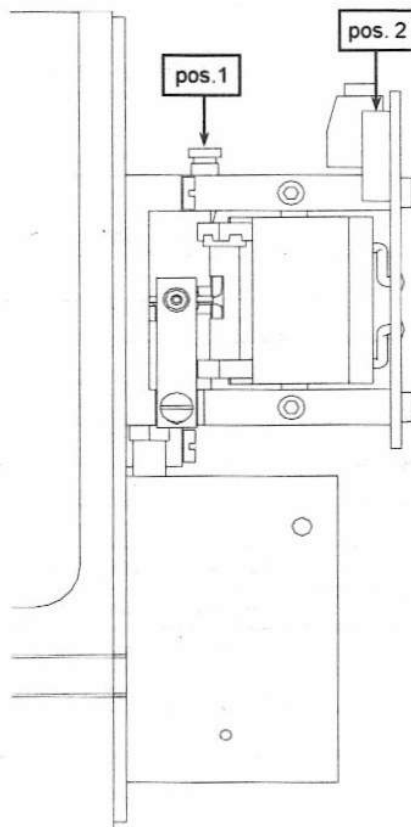

Fig. 2
NOTA: Il convertitore è già calibrato in fabbrica e non richiede alcuna messa in funzione particolare, comunque nel caso il C807-PC15.1, una volta messo in esercizio, specialmente se l'installazione non fosse verticale come consigliato, verificare la taratura di ZERO ed in caso di necessità agire sulla vite di azzeramento meccanico interna per correggere l'OFF-SET pneumatico (Rif. Fig. 2 – Pos. 1)
3. Ruotare la Vite di azzeramento (Rif. Fig.2 – Pos.1) fino quando la pressione in uscita sia pari al valore d'inizio scala desiderato , ad esempio al valore pneumatico di 3 psi
3. Ruotare il Trimmer (Rif. Fig. 2 – Pos. 2) variando la pressione di Fondoscala (SPAN) , ad esempio fino a 20 psi
5. Eseguire nuovamente l'azzeramento mediante la vite (Rif. Fig. 2 - Pos. 1) fino ad ottenere ad esempio la pressione di 2 psi